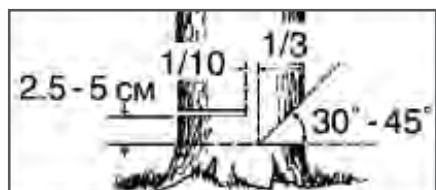

Рис. 12. Расположение запила и пропила
5. Сделайте запил с той стороны, куда должно упасть дерево. Глубина запила примерно $1/3$ диаметра ствола под углом $30^{\circ}-45^{\circ}$ (Рис. 12).